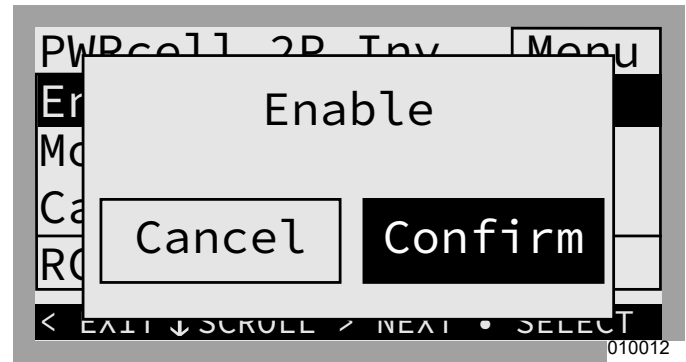

Figure 7-9. Activer l'onduleur (3 de 3)
9. Voir Figure 7-9. Sélectionner Enable et Confirm pour activer l'onduleur.